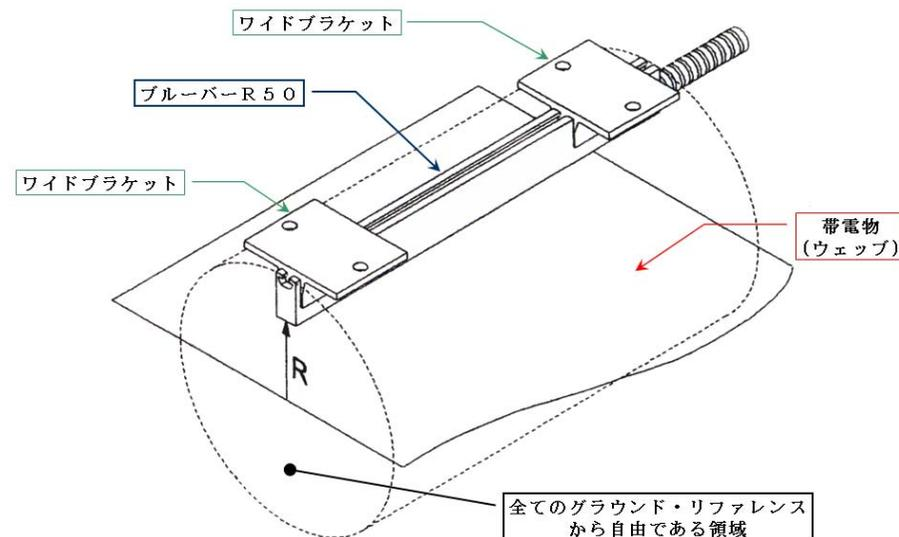

図13 ブルーバーR50の取付
- ブルーバーR50を図13に示すように放電電極は針状で、先端は鋭利に尖っており、容易に肌等に突き刺さりやすい。取り扱いには十分注意して下さい。